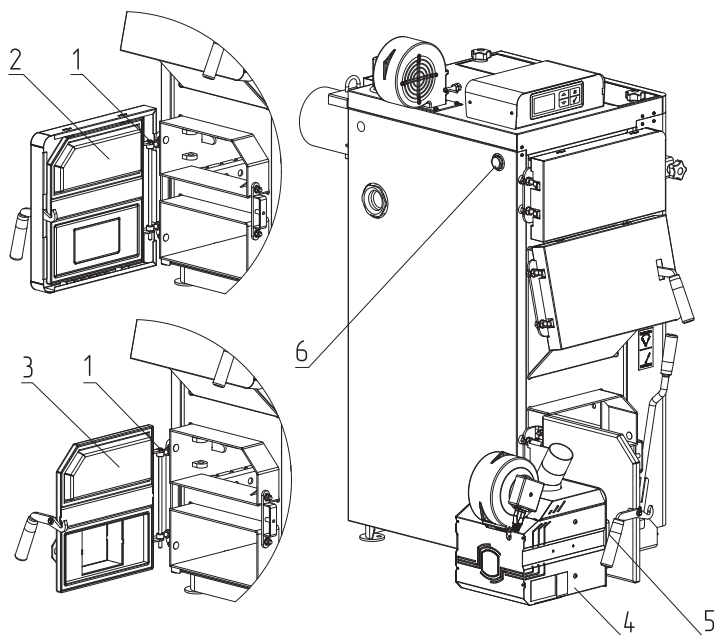

Рис.14 Порядок установки двери на твердотопливные котлы ZOTA Magna 15, 20, 26, 35, 45, 60
- Извлеките ось (Рис.14, поз.1);
- Снимите дверцу зольную (Рис.14, поз.2);
- Установите адаптер горелки (Рис.14, поз.3);
- Зафиксируйте его осью (Рис.14, поз.1);
- Установите горелку (Рис.14, поз.4) на котел;
- Зафиксируйте ее гайками (Рис.14, поз.5);
- Для установки гильзы под датчики температуры и перегрева снимите пробку или тягорегулятор (если установлен) и установите гильзу (Рис.14, поз.6) в освободившееся отверстие.